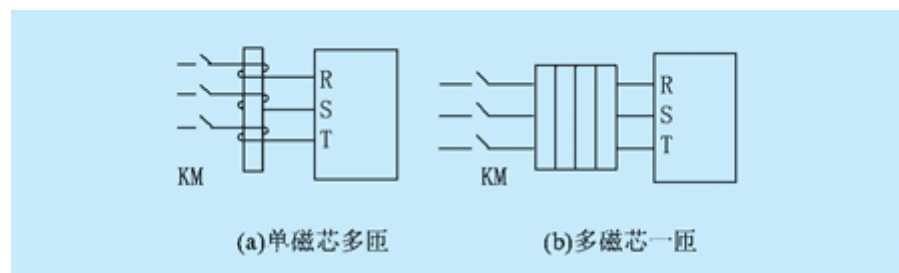

图 8 无线电干扰抑制电抗器的安置
(1) 断路器(QF)的后面可以接一台或多台变频器及其它负载，当变频器或其它负载因过电流故障时，可自动切断电源供电，防止事故扩大。当电网掉电时防止再来电自动接通的不安全，以及在维修时安全切断电源，断路器可以使用普通空气开关或高灵敏切断的断路器，视需要而定，选用时总通过电流应大于负载总电流 1.5 倍以上。
(2) 接触器(KM)用于所控变频器日常操作通断，和电网掉电再来电时防止变频器自动启动，选用时额定电流也要大于变频器输出电流 1.5 倍以上。
(3) 无线电干扰抑制电抗器(FIL1、FIL2)因为变频器输出的是 PWM(脉宽调制)波，包含了大量的高次谐波，谐波高频分量处于射频范围，变频器通过电源线和输出线向外发射无线电干扰。又由于变频器接在电网上，电网上各种干扰和瞬变浪涌也可干扰到变频器的控制回路敏感部分发生误动作，因此设置了无线电干扰抑制电抗器。它是使用三根进线(对单相是两根进线)，同方向在铁心或铁氧磁芯上绕制的电感，因三相三根线的正弦交流电瞬时值之和为零(单相正弦交流电两进线电流瞬时值也为零)，因此对正常供电，该电抗器不起作用，而对于共模电压(即在进线上出现的、瞬时值不能被抵消的干扰电压)该电抗器起到阻挡作用，抑制了共模干扰，起到良好的抑制无线电干扰使用。抑制的频段一般在 10MHz 以下，因此电感量不必大，通常控制在 2~33mH 左右，是在一个闭合磁路上穿过或绕上几匝导线而制成。无线电干扰抑制电抗器的连接如图 8，对小容量变频器因电流较小，它是在同一磁芯上，三相线同方向绕几匝。对大容量变频器，因电流大、导线不好弯，则用多个磁芯，让三根导线同时穿过磁芯中孔而构成电抗器。